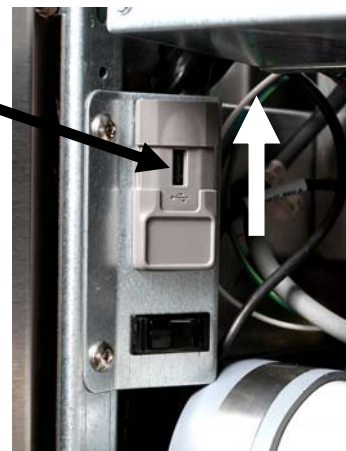

図 48
10. 左端のキャビネットドアを開け、USB カバーを上スライドさせます(図 48 参照)。